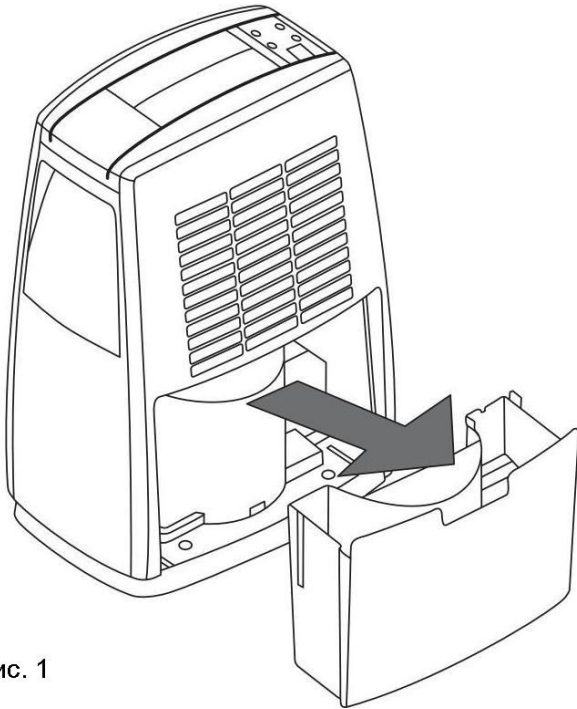

Рис. 1
- При наполнении резервуара для воды загорится красная лампочка и прибор отключится. Подождите примерно 15 минут, прежде чем извлечь резервуар, чтобы оставшаяся вода могла стечь в него. Осторожно извлеките резервуар, чтобы не повредить поплавков, и вылейте воду (рис. 1 + 2).